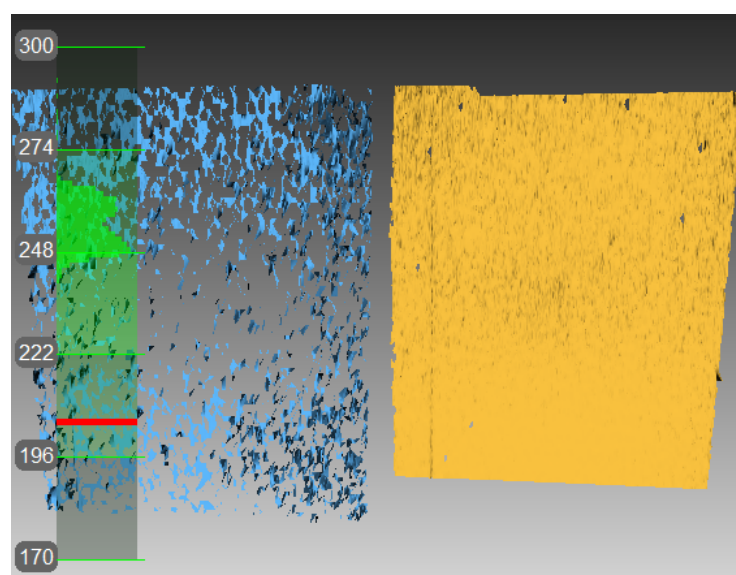

Рис. 11.5: Результаты коррекции Artec Spider
В некоторых случаях вследствие небрежного обращения или транспортировки (тряска, случайные падения, некоторые другие причины), сканер может перестать снимать 3D-поверхности должным образом. В этом случае сканируемые поверхности могут реконструироваться лишь частично, могут появляться дырки (на Рис. 11.5 на синей поверхности заметны результаты плохой реконструкции). Эти проблемы могут быть решены с помощью коррекции или калибровки.
9. Повторите шаг 8 еще три раза. Как только вы закончите, система начнет вычисления, и в окне *3D вида* появится желтая плоскость, соответствующая поверхности, снятой с корректированными калибровочными данными (см. *Рис. 11.5*).